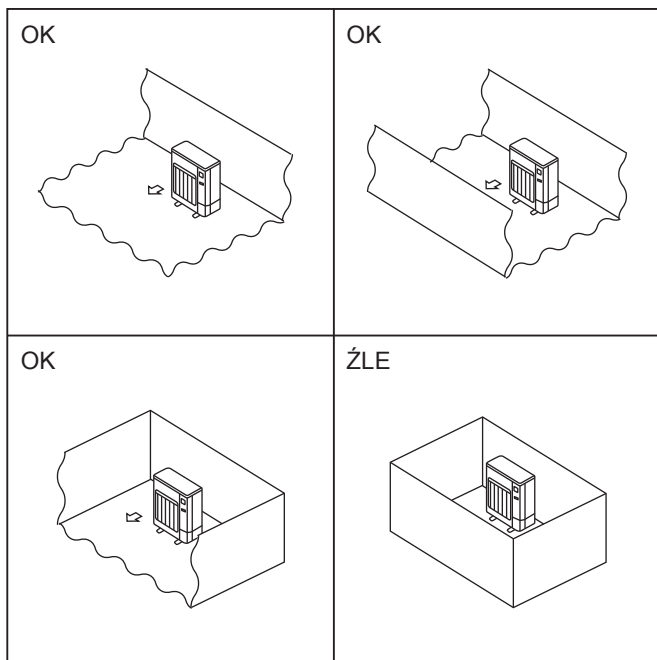

Fig. 2-2
- Jednostki zewnętrzne należy instalować w miejscach, które są otwarte z co najmniej jednej z czterech stron i oferują dostatecznie dużą powierzchnię bez zagłębień. (Fig. 2-2).